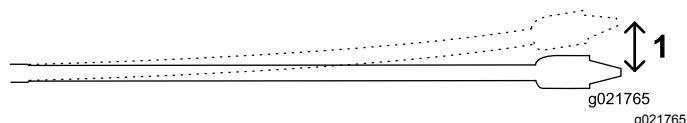

Figura 28
desvio máximo de 20 cm (8 pol.) em relação à trajetória reta (Figura 28).
- Introduza os primeiros 3 m da cabeça de perfuração/hasteamento no solo sem aplicar direcionamento. A extremidade da cabeça de perfuração estará a uma profundidade de 76 cm (Figura 28).